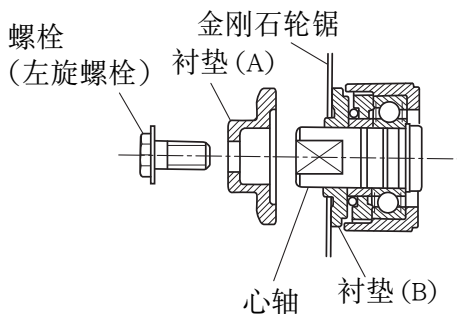

图 2
- (1) 把积留在心轴和垫圈的灰尘完全去除干净。
- (2) 如图 2 所示，衬垫 (A) 和 (B) 的中凹部应为紧贴金刚石轮锯的一侧。
- (3) 用螺栓紧固完善。